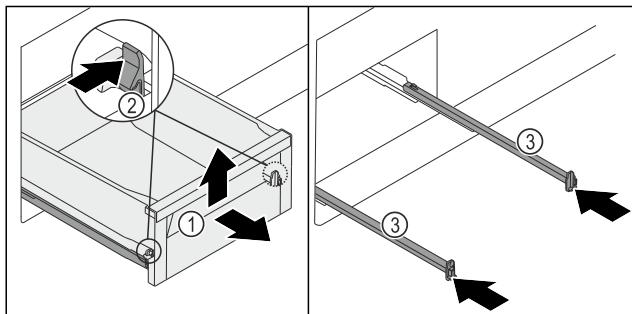

Fig. 134
- Витягніть висувний ящик Fig. 134 (1) до упору.
- Одночасно втисніть лівий і правий затискачі Fig. 134 (2) всередину.
- Висувний ящик Fig. 134 (1) від'єднається від рейок.
- Підніміть висувний ящик Fig. 134 (1) спереду.
- Вийміть висувний ящик Fig. 134 (1) рухом уперед.
- Всуньте рейки Fig. 134 (3).